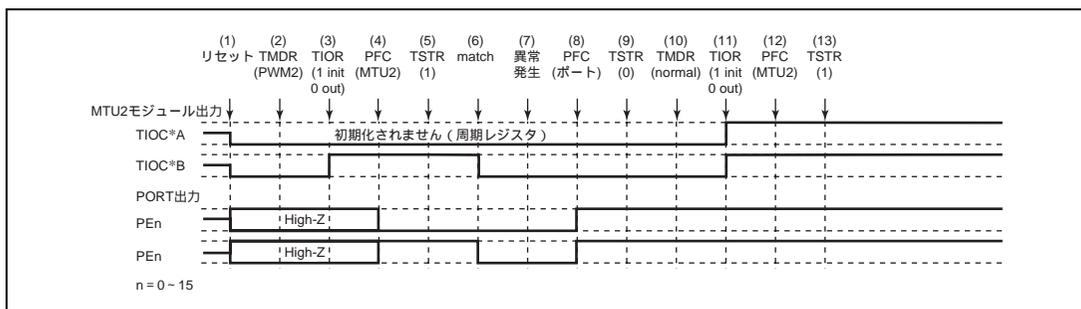

図 10.149 PWM モード 2 で異常が発生し、ノーマルモードで復帰する場合
PWM モード 2 で異常が発生し、再設定後ノーマルモードで再スタートする場合の説明図を図 10.149 に示します。
(1) ~ (9) は図 10.149 と共通です。
(10) PWM モード 1 を設定します。
(11) TIOR で端子を初期化してください (PWM モード 1 では TIOC*B 側は初期化されません)。
(12) PFC で MTU2 出力としてください。
(13) TSTR で再スタートします。
(15) PWM モード 2 で動作中に異常が発生し、PWM モード 2 で再スタートする場合の動作
(10) PWM モード 2 で再スタートする場合には必要ありません。
(11) TIOR で端子を初期化してください (PWM モード 2 では周期レジスタの端子は初期化されません)。
(16) PWM モード 2 で動作中に異常が発生し、位相計数モードで再スタートする場合の動作
- (1) ~ (9) は図 10.149 と共通です。
- (10) 位相計数モードを設定します。
- (11) TIOR で端子を初期化してください。
- (12) PFC で MTU2 出力としてください。
- (13) TSTR で再スタートします。
(17) 位相計数モードで動作中に異常が発生し、ノーマルモードで再スタートする場合の動作